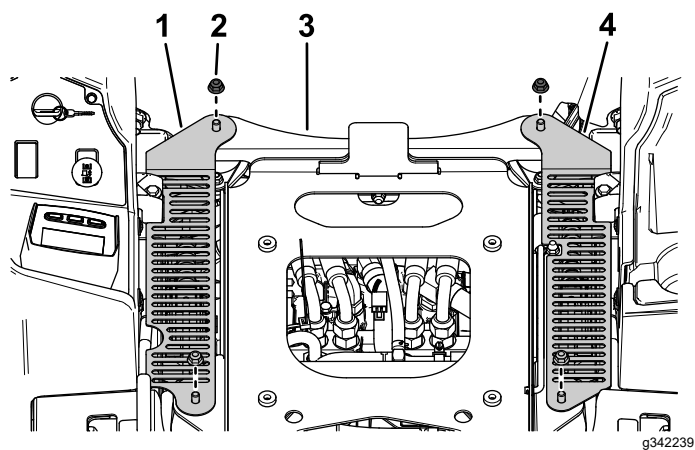

Figura 26
3. Sujete la cubierta CE izquierda y la cubierta CE derecha a la placa de apoyo del asiento usando las 4 tuercas con arandela prensada (3/8") que se retiraron anteriormente, como se muestra en la Figura 26.